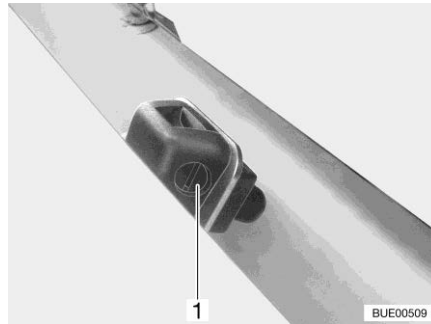

Bild 41 Scheibenwaschdüsen
- Mit einem geeigneten Schraubendreher an der Stellschraube (Bild 41,1) drehen, bis die gewünschte Stellung erreicht ist.